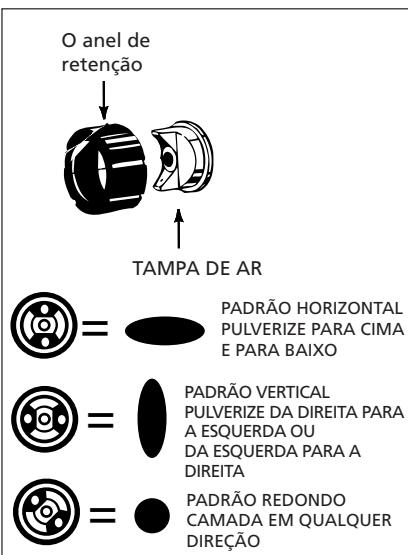

Figura 12 - Ajustando o "tipo padrão de pulverizações"
4. Para ajustar o "tipo" de padrão de pulverização, gire a tampa de ar para a posição do padrão desejado (veja a Figura 12).